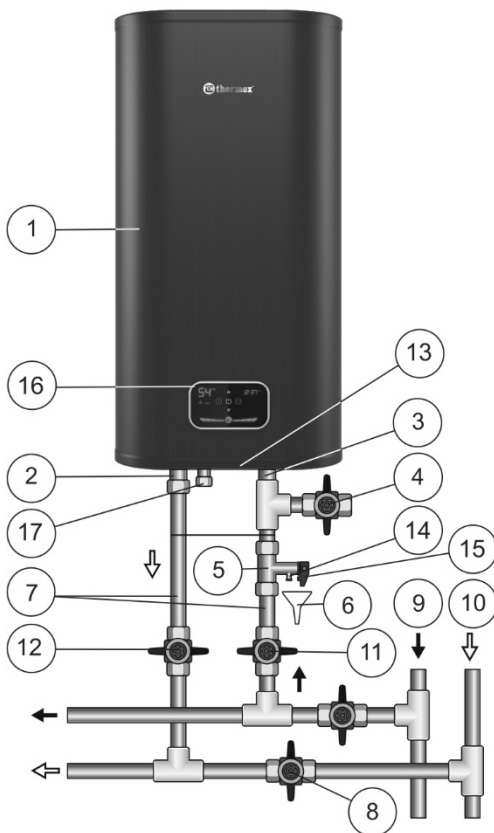

Рисунок 1. Схема подключения ЭВН к водопроводу в вертикальном положении вертикальных моделей V.
Внутренний бак изготавливается из высококачественной нержавеющей стали с содержанием титана, что обеспечивает высокую коррозионную стойкость и, как следствие, длительный срок эксплуатации. Пространство между внешним корпусом и внутренним баком заполнено пенополиуретаном - современной, экологически чистой теплоизоляцией, обладающей наилучшими характеристиками теплосбережения. Модели Flat Diamond Touch Pro (ID PRO) имеют два резьбовых патрубка: для входа холодной воды (Рис. 1, п. 3) с синим кольцом и выхода горячей воды (Рис. 1, п. 2) - с красным кольцом. На лицевой стороне ЭВН во всех моделях находится панель управления (Рис. 1, п. 16).
Предохранительный клапан (Рис. 1, п. 5) выполняет функции обратного клапана, препятствуя попаданию воды из водонагревателя в водопроводную сеть в случаях падения в последней давления и в случаях возрастания давления в баке при сильном нагреве воды, а также функции защитного клапана, сбрасывая избыточное давление в бак при сильном нагреве воды. Во время работы водонагревателя вода может просачиваться из выпускной трубы предохранительного клапана для сброса излишнего давления, что происходит в целях безопасности водонагревателя. Эта выпускная труба должна оставаться открытой для атмосферы и быть установлена постоянно вниз и в незамерзающей окружающей среде.
Необходимо обеспечить отвод воды из выпускной трубы предохранительного клапана (Рис. 1, п. 14) в канализацию, предусмотрев при монтаже ЭВН соответствующий дренаж (Рис. 1, п. 6).
Необходимо регулярно (не реже одного раза в месяц) проводить слив небольшого количества воды через выпускную трубу предохранительного клапана в канализацию для удаления известковых осадков и для проверки работоспособности клапана. Для открывания клапана он снабжен ручкой (Рис. 1, п. 15). Необходимо следить, чтобы во время работы ЭВН эта ручка находилась в положении, закрывающем слив воды из бака.
Установить предохранительный клапан (Рис. 1, п. 5) на входе холодной воды (Рис. 1, п. 3), помеченном синим кольцом, закрутив на 3,5 - 4 оборота, обеспечив герметичность соединения любым уплотнительным материалом (льном, лентой ФУМ и др.).
- Вертикальные модели V в соответствии с Рис. 1
| ЭВН работает, но не нагревает воду | Вентиль (Рис. 1, п.8) не закрыт или вышел из строя | Закрыть или заменить вентиль (Рис. 1, п.8) |